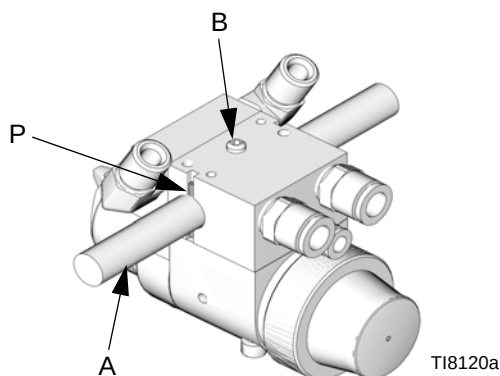

ABB. 3: Montage am Hubgerüst
1. Die Montagestange (A) wie in ABB. 3 gezeigt durch das Loch im Verteiler stecken.